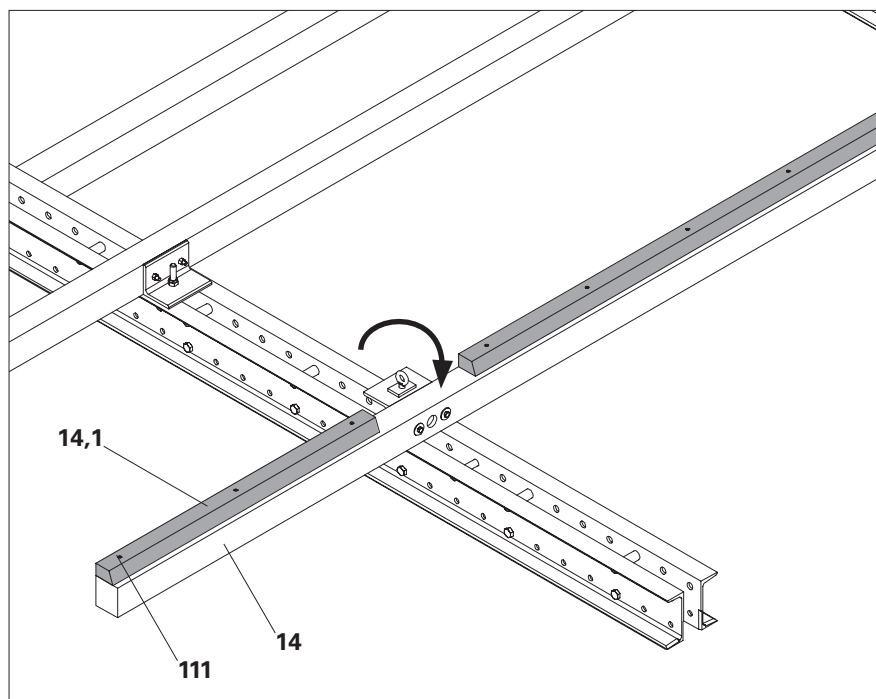

Fig. C2.05
3. Avvitare il supporto (**14.1**) con viti 6x120 (**111**) a una distanza di circa 60 cm dalla trave di protezione (**14**). (Fig. C2.05)